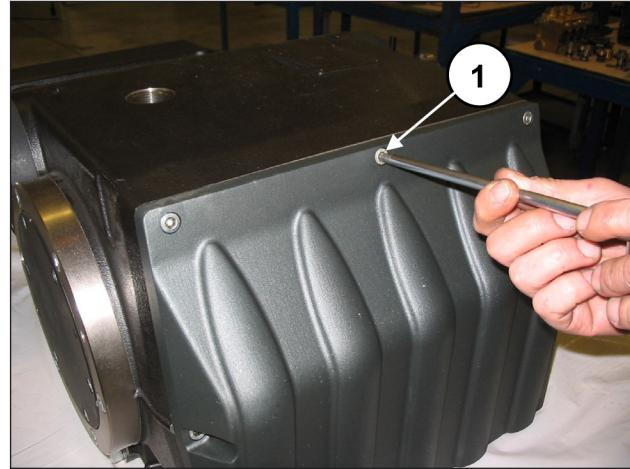

Fig. 9
Solte os parafusos de fixação da tampa do cárter (pos. ①, Fig. 9) e retire-o. Retire o anel circular e substitua-o, se for necessário.